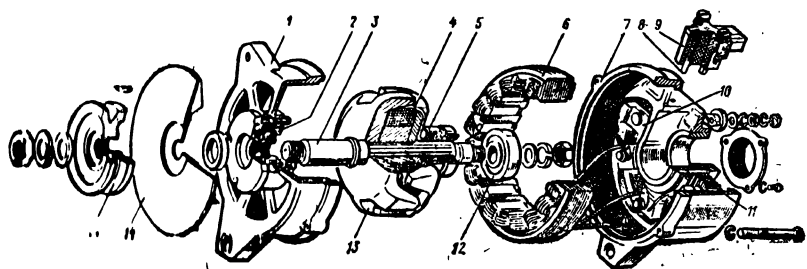

Рис. 11
IV. Какой цифрой на рис. 11 изображен статор генератора? Почему статор изготовлен в виде кольца из отдельных тонких пластин, изолированных друг от друга лаком?
VI. В автомобильных генераторах переменного тока, как правило, трехфазная обмотка выполняется в виде отдельных катушек, насаженных на зубцы статора. Эта часть генератора неподвижна. Как называют вращающуюся часть генератора? Какой цифрой она обозначена на рис. 11?
VII. Ротор в генераторе выполняет роль вращающегося электромагнита. Следовательно, кроме железного сердечника, выполненного в виде двух клювообразных полюсов, должна быть и катушка (обмотка возбуждения). Где она расположена и какой цифрой обозначена на рис. 11?
VIII. Статор с обеих сторон закрыт двумя крышками из сплава алюминия, в которых на подшипниках 2 и 12 (рис. 11) установлен ротор. Какой цифрой обозначена передняя и какой задняя крышки генератора?
1. Ток выпрямляется в выпрямительном блоке, включенном в цепь электрооборудования в виде селенового выпрямителя. 2. Ток выпрямляется в блоке выпрямителей 10 (рис. 11), установленном в задней крышке 7 в виде кремниевых диодов.
1. От аккумуляторной батареи при включении зажигания через щетки 8, укрепленные в щеткодержателе 9 (рис. 11), контактные кольца 5, к которым припаяны концы обмотки возбуждения. 2. От генератора через щетки 8, контактные кольца и концы обмотки возбуждения. 3. От аккумуляторной батареи при пуске и работе двигателя при малой частоте вращения коленчатого вала, от генератора при средней и большой частоте вращения коленчатого вала двигателя через щетки, контактные кольца и концы обмотки возбуждения.
Задание 42. 1. Какую роль выполняют детали 14 и 15 (рис. 11) в работе генератора?